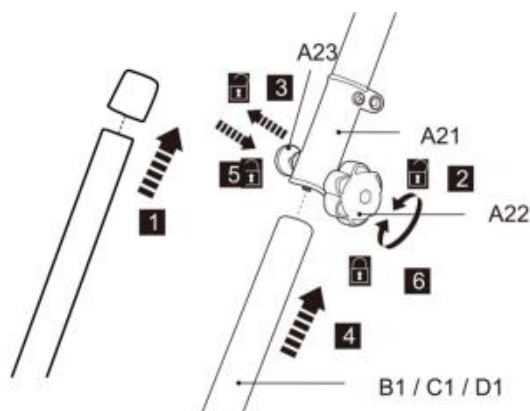

Fig. 3
7. Retire la tapa de protección preinstalada del poste inferior (B1/C1/D1) (Fig.3 , paso 1).
8. Afloje la perilla de bloqueo (A 22) , pero no la retire por completo (Fig.3 , paso 2).
9. Alinee e inserte el poste inferior (B 1/C 1/D 1) en el manguito de bloqueo (A 21), mientras tira del resorte. perno (A 23) (Fig.3 , paso 3 y 4).
10. Gire ligeramente el poste inferior para alinear el orificio con el resorte. perno (A23) . soltar el resorte perno después para asegurar el poste inferior en su posición. Asegúrese de que el resorte El perno encaja en el orificio (Fig.3 , paso 5).
6. Apriete la perilla de bloqueo (A 22) para asegurar la conexión (Fig.3 , paso 6).